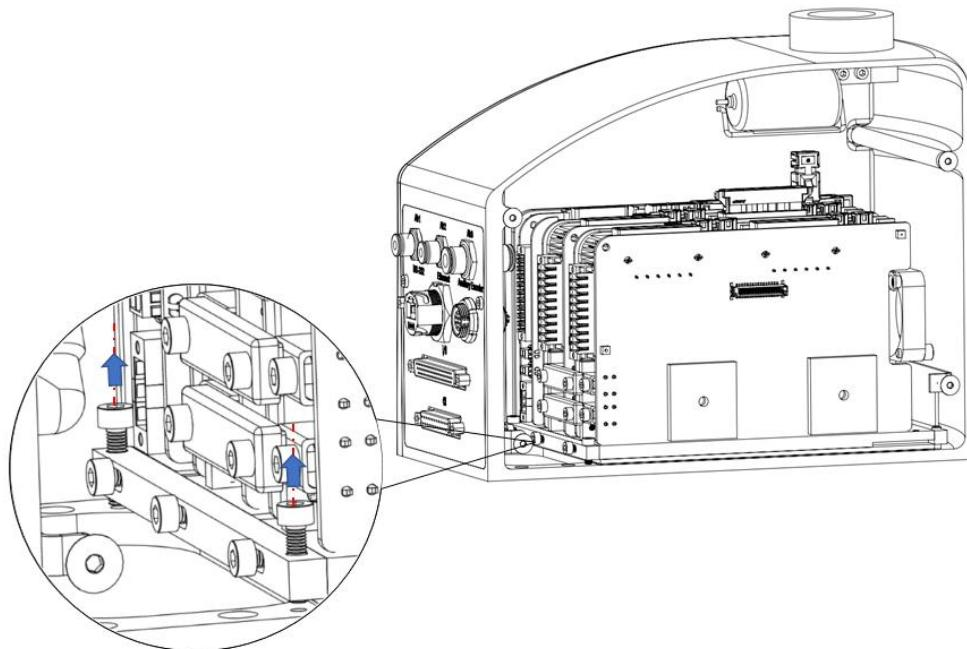

图 5-4 控制器固定零件螺钉拆卸示意图
**步骤3** 拆除控制器安装零件上所有螺钉如图 5-4 和图 5-5 所示，将控制器从上控制柜中取出。